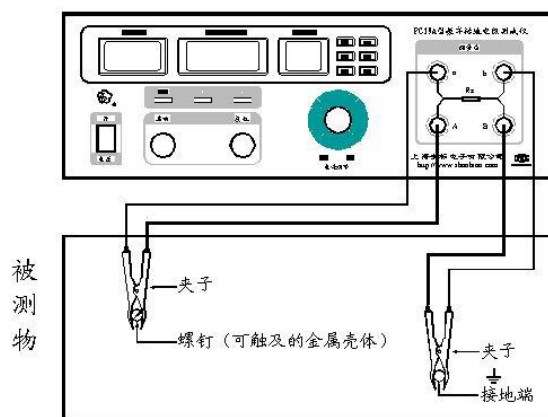
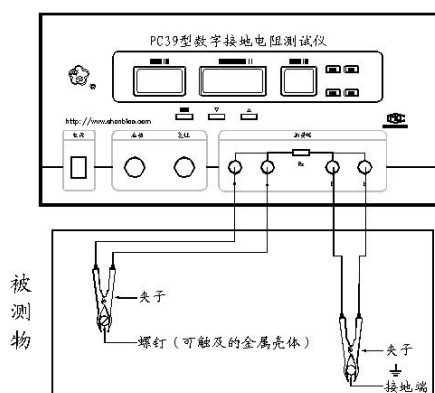

图 4 PC39A 接线图
图 5 PC39 接线图
5.3.2 按图 4 或图 5 正确接线。将一副（二组）测试线，红线组中粗、细测量棒一端分别插入测试仪“A”、“a”测量端上（粗线对“A”，细线对“a”）；黑线组中粗、细测量棒一端分别插入测量仪“B”、“b”测量端上（粗线对“B”，细线对“b”），测量线另一端的夹子分别接被测设备保护可触及的金属壳体和接地端。